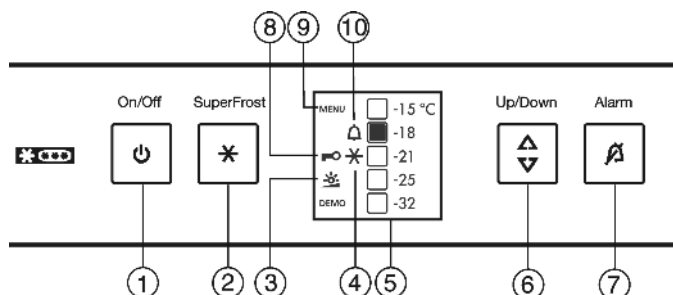

Fig. 3
- Simbol SuperFrost Fig. 3 (4) trepće zajedno s indikatorom temperature.